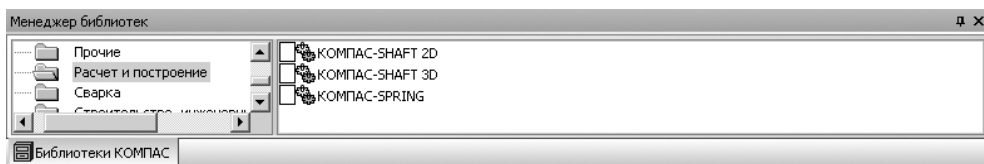

Рис. 4.1. Окно системы управления библиотеками **Менеджер библиотек** с открытыми системами **Расчет и построение**
- щелкните в левой части окна системы управления библиотеками **Менеджер библиотек** по пункту **Расчет и построение**. В правой части появятся соответствующие системы, см. рис. 4.1;
- щелкните в главном меню системы КОМПАС по пункту **Сервис**, а затем в выпадающем меню по пункту **Менеджер библиотек**. Появится окно системы управления библиотеками **Менеджер библиотек** (см. рис. 4.1);